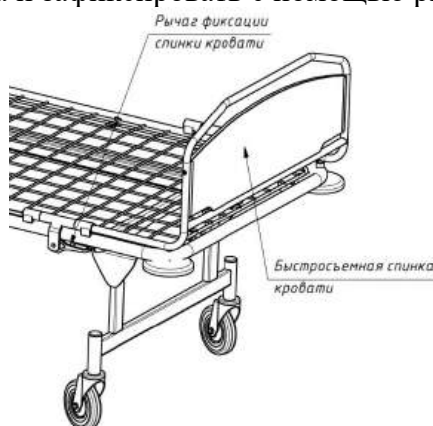

Рисунок 2 – Установка спинки кровати
4. Установить спинки на рамы ложа и зафиксировать с помощью рычагов (см. рис. 2).